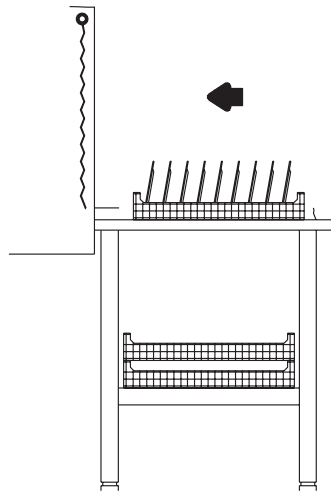

fig. 23
- b) Premere lo START (10) o (P9) se elettronica, solo quando la macchina ha raggiunto la temperatura.
- c) Scegliere il cestello adatto alle stoviglie da lavare, e caricarlo come segue (vedi fig. 23):